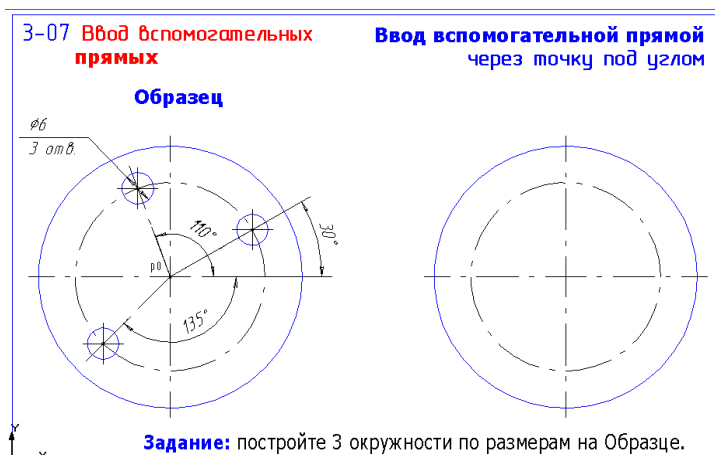

Рис. 12
15. Откройте файл фрагмента 3-07 (рис. 12) и выполните построения, используя вспомогательные линии, проведенные через точку под углом. Размеры не ставить. Результат сохраните.